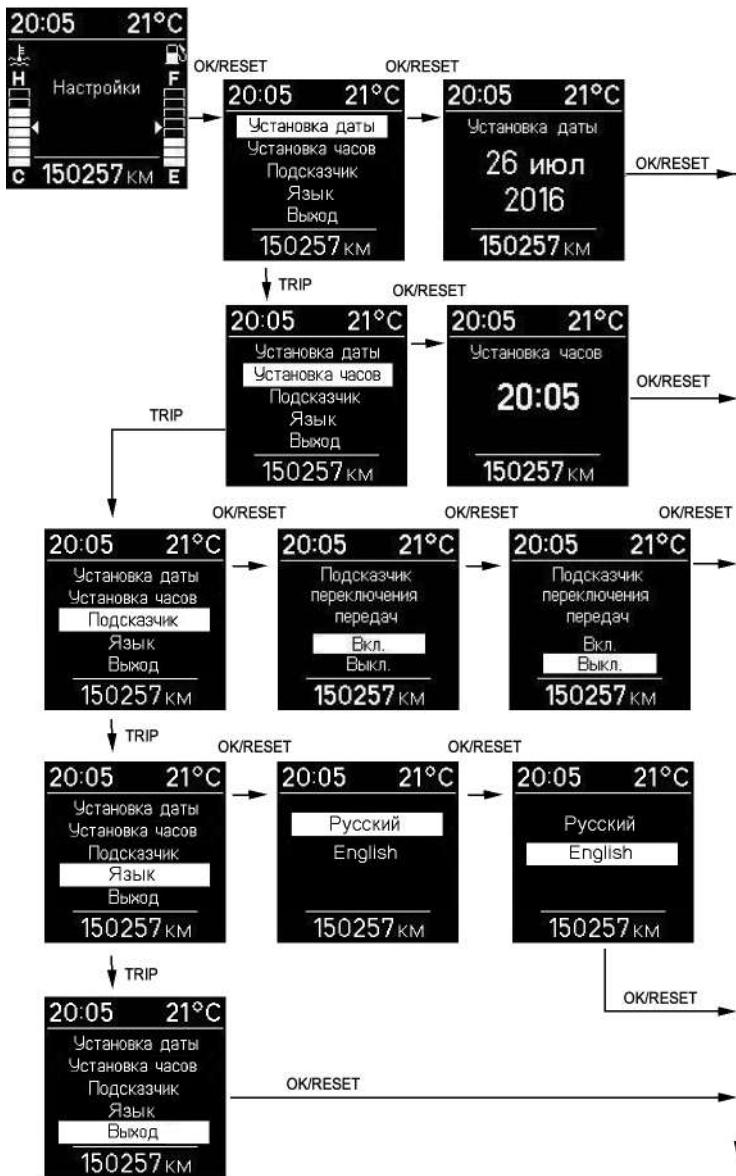

Рис. 3.9. Алгоритм установки параметров маршрутного компьютера
**Вход в режим установки параметра, выбор параметра** (рис. 3.9):